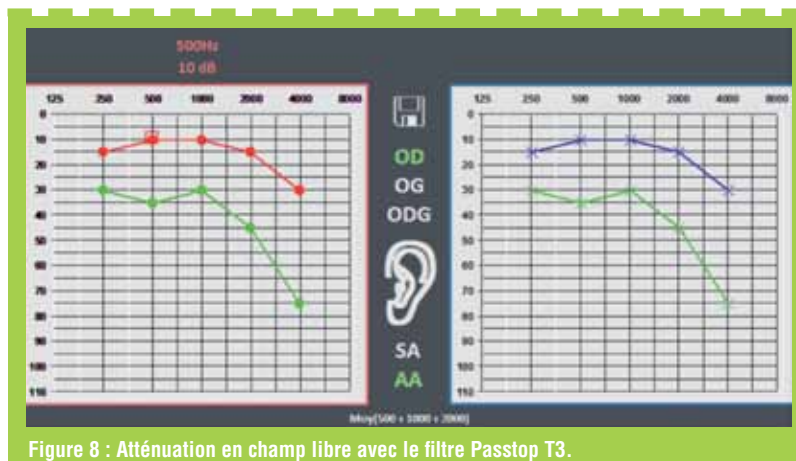

Figure 8 : Atténuation en champ libre avec le filtre Passtop T3.
7. Validation de la protection : J'effectue une audiométrie vocale en champ libre (**Figure 8**) afin de valider la protection et je rappelle à Monsieur P. l'importance de porter les PICB tout au long de l'exposition sonore afin que l'efficacité soit optimale.